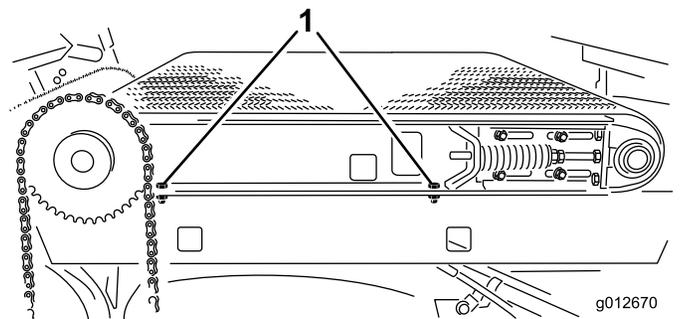

图28
4. 在机器右侧拧松将滑行机架轨道固定至右挡泥板上的2个平头螺丝图28。确保平头螺丝的松度足以让滑行滚道倾斜。